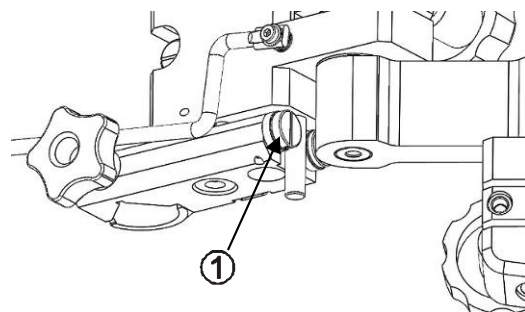

Рис. 3
**8.1.1** Для устранения люфтов в механизме вертикального перемещения каретки ослабить контргайку эксцентрика (10, рис. 1) и, осторожно поворачивая эксцентрик с помощью отвертки, выбрать зазоры. Добившись плавного, легкого, безлюфтового перемещения механизма, зафиксировать положение оси контргайкой. Аналогично устраняется люфт в скалке каретки (1, рис.3).